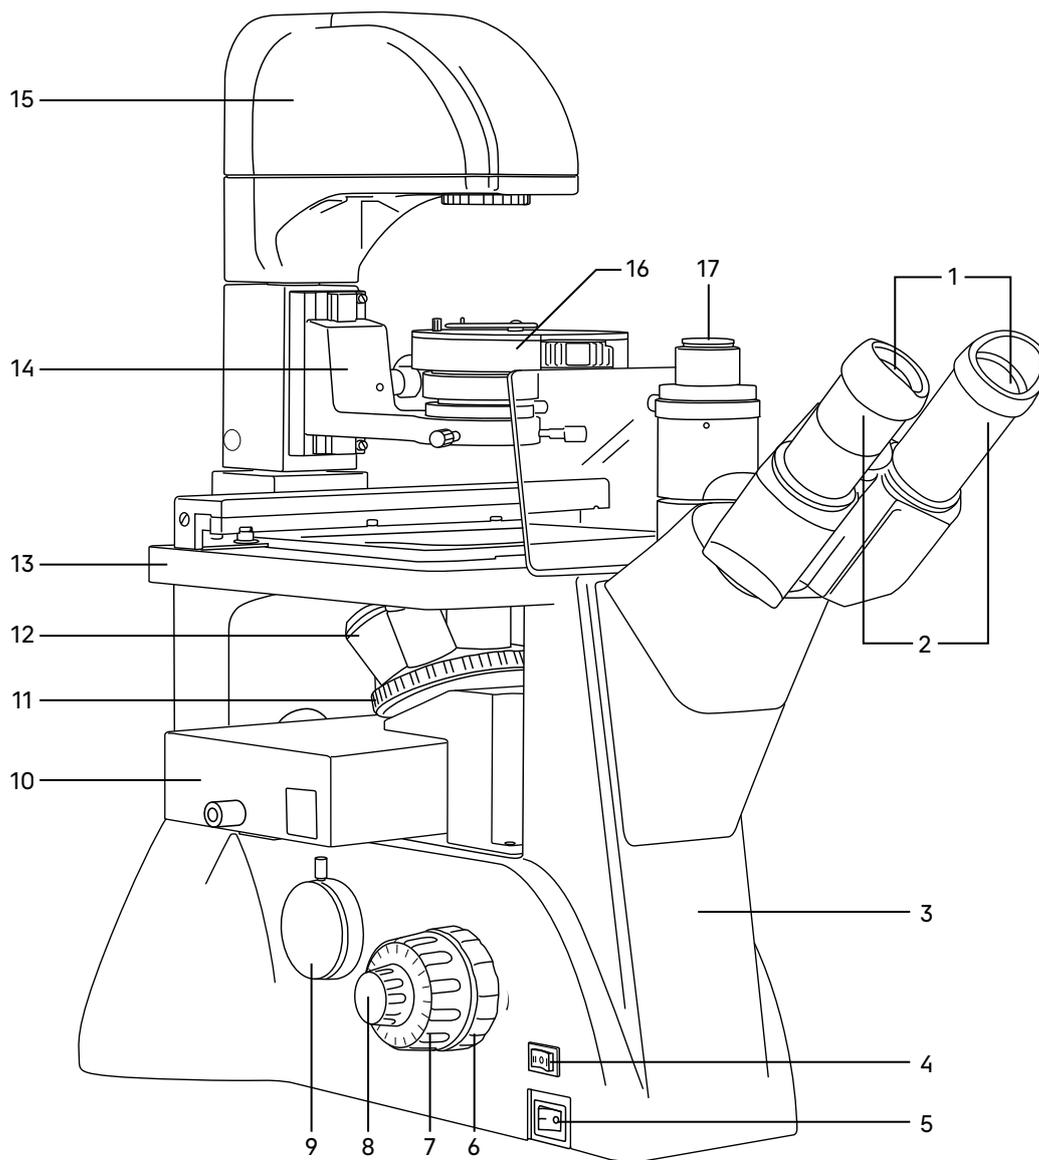
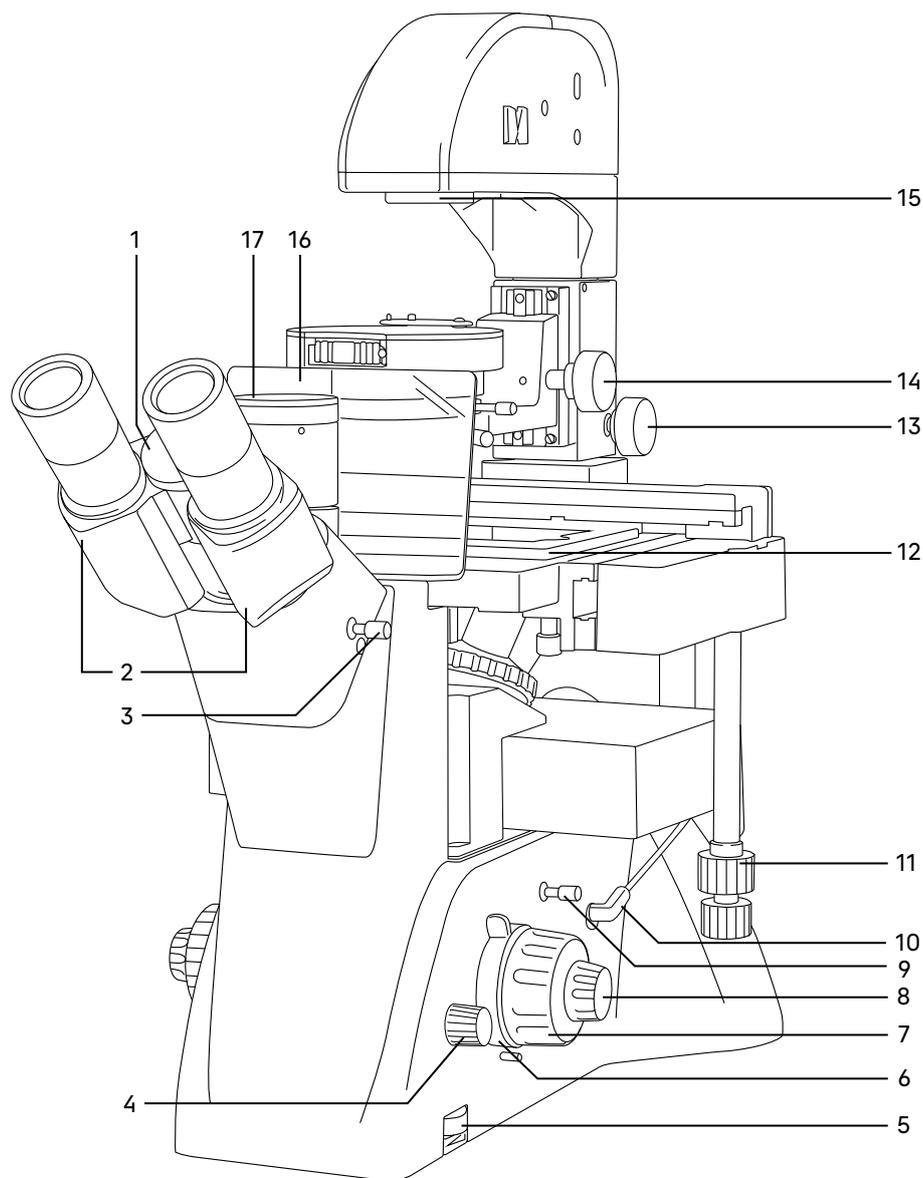

Рис. 1. Микроскоп MAGUS Lum V500L. Вид слева
Рис. 2. Микроскоп MAGUS Lum V500L. Вид справа
Общий вид микроскопа представлен на рис. 1 и 2.
На штативе 3 (рис. 1) микроскопа закреплены:
- револьвер 11 (рис. 1) с объективами;
- предметный столик 13 (рис. 1);
- кронштейн конденсора 14 (рис. 1);
- осветитель 15 (рис. 1);
- визуальная насадка 2 (рис. 2).
На левой боковой поверхности штатива расположен выключатель 5 (рис. 1) сетевого напряжения. В положении «→» включается, а в положении «0» выключается сетевое напряжение.
Переключатель 4 (рис. 1) служит для переключения освещения проходящего или отраженного света. Положение переключателя «I» – включен осветитель отраженного света (люминесцентный осветитель), «II» – включен осветитель проходящего света. В положении «0» выключается сетевое напряжение.
На правой боковой поверхности штатива расположен диск 5 (рис. 2) для регулировки напряжения питания источника света. Ручка 4 (рис. 2) служит для регулировки цветовой температуры.
На левой боковой поверхности штатива расположен канал визуализации 9 (рис. 1) для установки камеры. Микроскоп укомплектован адаптером C-mount, который устанавливается в этот канал и закрепляется в нем винтом. На адаптер устанавливается камера. Камера служит для вывода изображения на экран компьютера или монитор/телевизор.
Внутри штатива установлены люминесцентные блоки 10 (рис. 1).
Фокусировка на объект осуществляется перемещением по высоте револьверного устройства с объективами. Грубая фокусировка производится вращением коаксиальных рукояток 7 (рис. 1, 2), расположенных по обеим сторонам штатива.
Тонкая фокусировка производится вращением рукояток 8 (рис. 1, 2), расположенных по обеим сторонам штатива. Тонкая фокусировка требуется для более точного фокусирования на объект и для подфокусировки микроскопа на резкость изображения при смене объективов и препаратов.
Механизм регулировки жесткости хода грубой фокусировки 6 (рис. 1) – кольцо между штативом и рукояткой грубой фокусировки с левой стороны. С помощью кольца регулируется жесткость хода грубой фокусировки так, чтобы жесткость была комфортной для пользователя, но при этом револьвер с объективами не опускался самопроизвольно во время работы.
Рукоятка блокировки грубой фокусировки 6 (рис. 2) расположена с правой стороны. После завершения грубой фокусировки рекомендуется перевести рычаг в крайнее положение в направлении по часовой стрелке. Таким образом закрепится положение грубой фокусировки для быстрой рефокусировки после смены препарата.
Тринокулярная визуальная насадка обеспечивает визуальное наблюдение изображения объекта. Насадка закреплена на штативе 3 (рис. 1). В гнездо насадки устанавливается блок окулярных тубусов и закрепляется винтом. При установке повернуть тубусы 2 (рис. 2) вверх или вниз для удобства наблюдения в зависимости от роста пользователя.
Изменение межзрачкового расстояния в насадке осуществляется разворотом окулярных тубусов 2 (рис. 2) в пределах 48–75 мм. Значение расстояния, установленного в соответствии с глазной базой наблюдателя, отсчитывается по шкале 1 (рис. 2) на насадке.
В вертикальный тубус 17 (рис. 2) корпуса визуальной насадки (канал визуализации) с помощью переходника C-mount 17 (рис. 1) устанавливается система визуализации с монитором. Переключение светового потока на вертикальный тубус производится рукояткой 3 (рис. 2). Рукоятка имеет два положения: 100/0 и 50/50.
В комплект микроскопа входят окуляры 2 (рис. 1). Окуляры имеют высокое положение выходного зрачка и предназначены для работы как в очках, так и без них.
Револьверное устройство 11 (рис. 1) обеспечивает установку шести объективов. Смена объективов производится вращением револьверного устройства за конусную рифленую поверхность до фиксированного положения.
Объективы 12 (рис. 1) рассчитаны на механическую длину тубуса «бесконечность». Парфокальная высота объективов составляет 45 мм, линейное поле зрения в плоскости изображения – 22 мм. Объективы длиннофокусные, рассчитаны на посуду с толщиной дна 1,2 мм.
Осветитель 15 (рис. 1) неподвижно закреплен на штативе микроскопа. Источник света – светодиод 5 Вт отъюстирован на заводе-изготовителе относительно оптической оси и линзы коллектора. В осветителе закреплен коллектор с полевой диафрагмой 15 (рис. 2), которая регулируется в зависимости от увеличения объектива, введенного в оптическую ось.
Важная часть осветительной системы – конденсорное устройство. Кронштейн конденсора 14 (рис. 1) закреплен на штативе. Перемещение осуществляется ручкой 14 (рис. 2). В кронштейн установлено конденсорное устройство 16 (рис. 1). Тип крепления «под винт». Конденсор может быть использован для наблюдения по методу светлого поля и фазового контраста. Во вращающемся диске находятся кольцевые диафрагмы для работы с фазовыми объективами 10x, 20x, 40x и свободное отверстие для пропускания всего пучка света. Смена кольцевых диафрагм производится вращением диска за накатанную часть до фиксации. В окне кожуха конденсора появляется цифра, соответствующая увеличению применяемого фазового объектива, цифра «0» соответствует свободному отверстию. Под вращающимся диском расположена ирисовая диафрагма, которая позволяет настроить определенную апертуру для работы с объективами светлого поля. Для достижения большей контрастности можно воспользоваться светофильтрами, входящими в комплект микроскопа. Светофильтры устанавливаются в откидную оправу конденсора.
При работе с высокой посудой конденсорное устройство можно вывести из оптической оси. Ручка 13 (рис. 2) служит для фиксации устройства.
Предметный столик 13 (рис. 1) закреплен неподвижно на штативе. К столику прикреплено устройство, которое обеспечивает перемещение объекта в двух взаимно перпендикулярных направлениях. Перемещение осуществляется с помощью рукояток 11 (рис. 2), расположенных на одной оси.
Блок люминесцентных фильтров 10 (рис. 1) установлен в штативе слева под револьвером объективов 11 (рис. 1). Блок содержит свободное гнездо для работы в проходящем свете и три типа набора фильтров, закрепленных в держателе, для работы в отраженном свете.